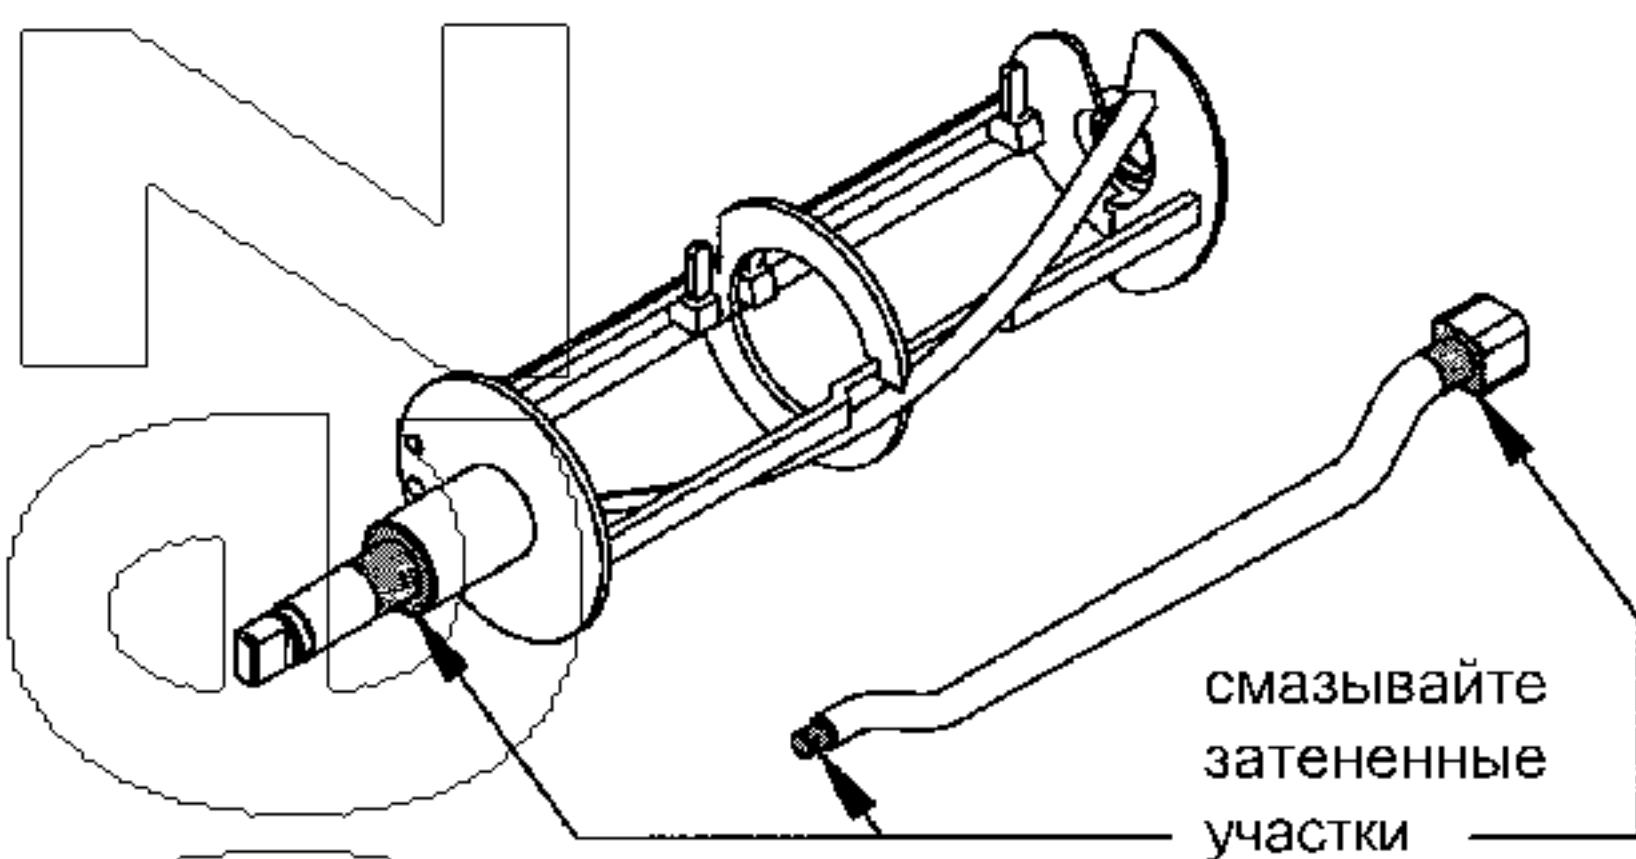
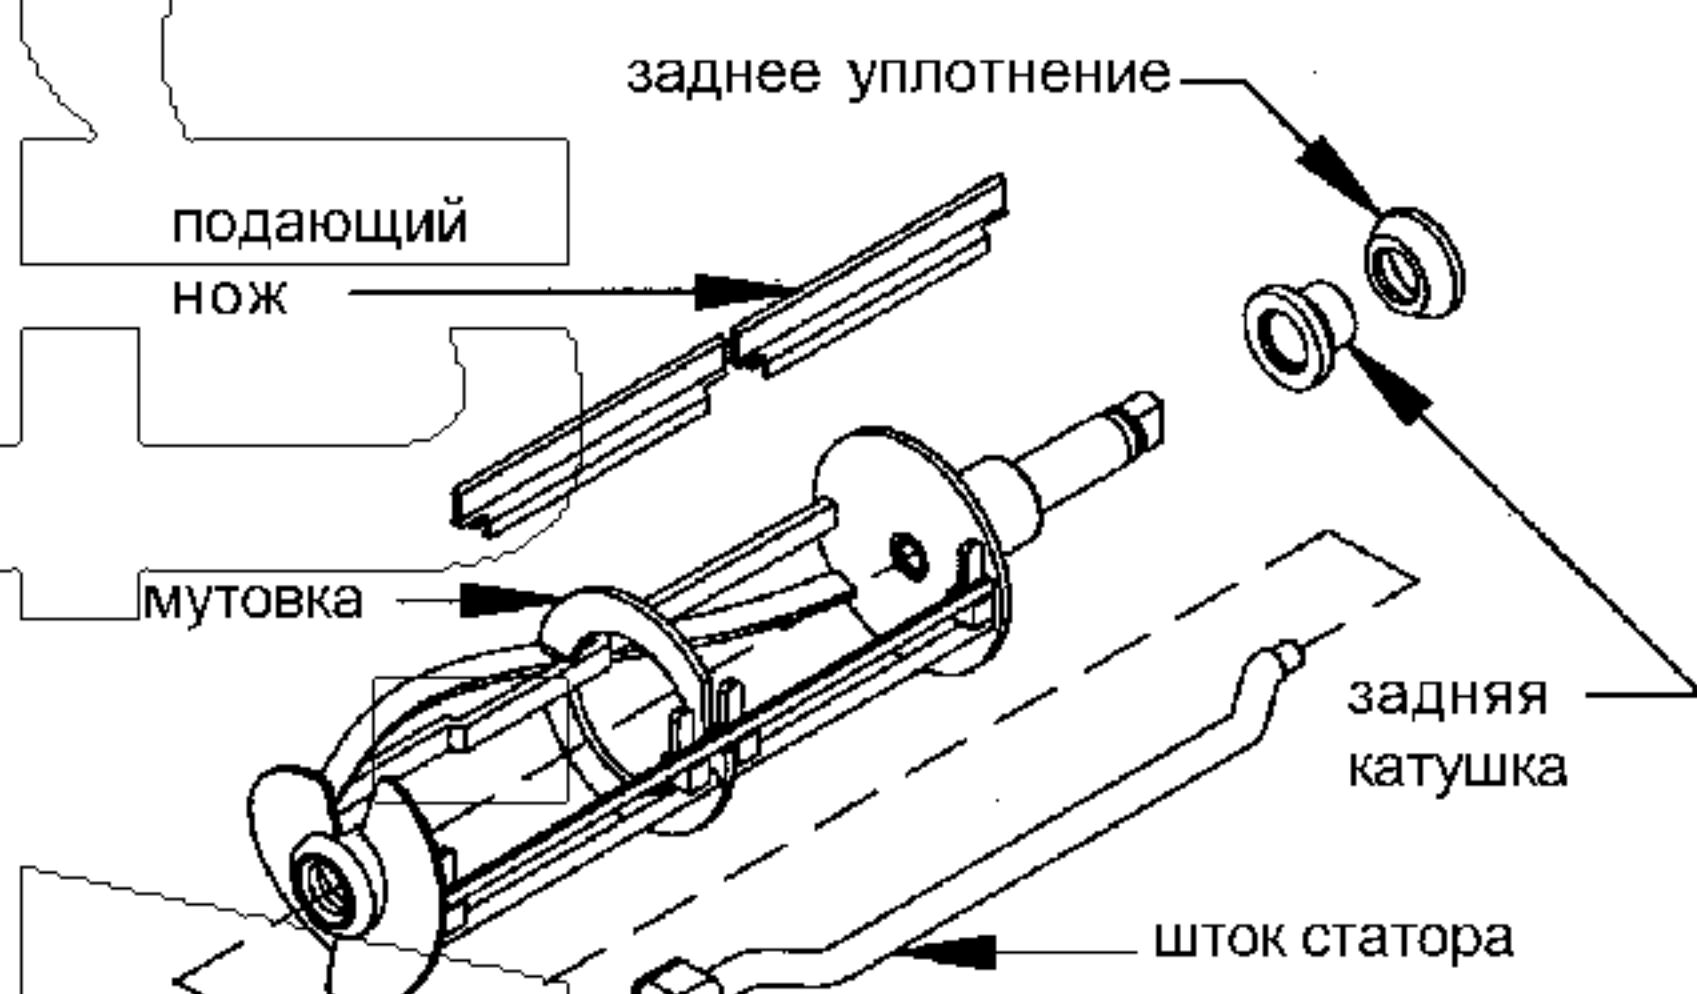

Рис. 12. Смазка штока статора и мутовки
Рис. 13. Узел мутовки
- Обильно смажьте фланец мутовки и тот участок вала, где с ним соприкасается белая пластмассовая часть собранного узла заднего уплотнения (Рис. 12). Это легко сделать, выдавив из тюбика ½ дюйма смазки и нанеся ее вокруг фланца мутовки.
- Смахьте два участка на штоке статора (рис. 12) и вставьте шток статора в мутовку (рис. 13). Убедитесь, что конец штока статора вставлен в отверстие с задней стороны мутовки (за исключением модели 407).
- Соберите и установите заднее уплотнение таким образом, чтобы резиновая часть была обращена к задней части морозильного цилиндра, как показано на рис. 13.